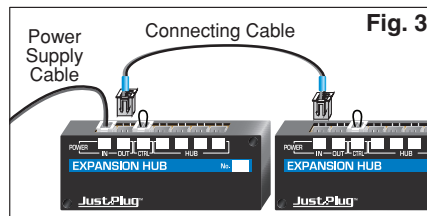
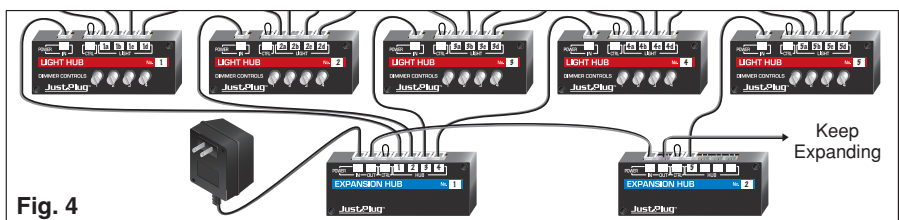
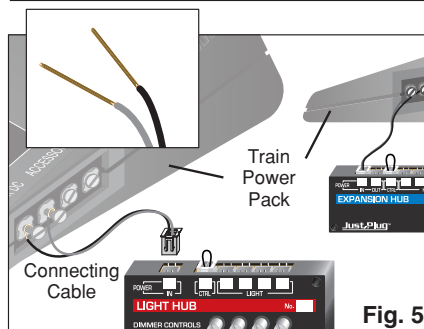
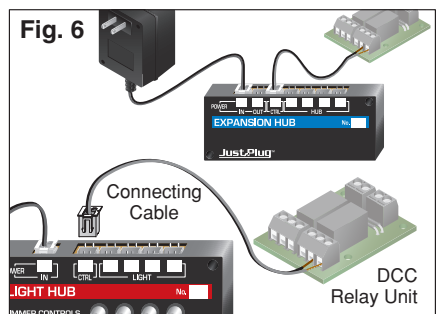

Fig. 3
Fig. 4
Fig. 5
Fig. 6
- To power Light Hub, insert Power Supply (JP5770) plug into **POWER IN** Port (or use a 16VAC train power pack, Fig. 5).
- To power Expansion Hub, insert Power Supply (JP5770) plug into **POWER IN** Port (or use a 16VAC train power pack, Fig. 5).
- Use included Connecting Cables to connect to Light Hubs (Fig. 2), another Expansion Hub (Figs. 3 and 4), train power pack (Fig. 5) or DCC relay unit (Fig. 6).
Insert Connecting Cable Plug into **POWER OUT** Port on powered Expansion Hub. Insert opposite Plug into **POWER IN** Port on add-on Expansion Hub (Fig. 3). Keep expanding your lighting system (Fig. 4).
Cut off one Connecting Cable Plug with wire cutters and strip approximately 1" of wire. Connect bare wires to the accessory terminals on a 16VAC power pack. Insert Plug on other end of Connecting Cable into Hub **POWER IN** Port. (Fig. 5)
Cut off one Connecting Cable Plug with wire cutters and strip approximately 1" of wire. Connect bare wires to DCC relay unit (follow DCC manufacturer instructions for proper installation of wires). Insert Plug on other end of Connecting Cable into Hub **CTRL** Port. (Fig. 6)
- Pour alimenter le concentrateur de lumière, insérer le fiche de adaptateur d'alimentation (Power Supply, JP5770) dans **POWER IN** port (ou utiliser un bloc d'alimentation de train 16VAC, **Fig. 5**).
- Pour alimenter concentrateur d'expansion, insérer le fiche de adaptateur d'alimentation (Power Supply, JP5770) dans **POWER IN** port (ou utiliser un bloc d'alimentation de train 16VAC, **Fig. 5**).
- Utilisez les câbles de connexion inclus pour se connecter aux concentrateurs de lumière (**Fig. 2**), un autre concentrateur d'expansion (**Fig. 3 et 4**), bloc d'alimentation pour train (**Fig. 5**) ou unité de relais DCC (**Fig. 6**).
Insérer la fiche du câble de connexion dans **POWER OUT** port du concentrateur d'expansion disposant d'électricité. Insérer la fiche opposée dans **POWER IN** port sur l'autre concentrateur d'expansion (**Fig. 3**). Garder d'étendre votre système d'éclairage (**Fig. 4**).
Coupez une fiche du câble de connexion avec coupe-fil et bande d'environ 2,5 cm de fil. Connectez les fils dénudés à accessoires bornes sur bloc d'alimentation de train (16VAC). Insérer la fiche opposée dans concentrateur **POWER IN** port. (**Fig. 5**)
Coupez une fiche du câble de connexion avec coupe-fil et bande d'environ 2,5 cm de fil. Connecter les fils dénudés à unité relais DCC (suivre les instructions fabricant DCC pour une installation correcte des fils). Insérer la fiche opposée dans concentrateur **CTRL** port. (**Fig. 6**)
- Para alimentar el Light Hub, inserte el enchufe de la fuente de alimentación (Power Supply, JP5770) en el puerto **POWER IN** (o use un alimentador de energía 16VAC, **Fig. 5**).
- Para alimentar el Expansion Hub, inserte el enchufe de la fuente de alimentación (Power Supply, JP5770) en el puerto **POWER IN** (o use un alimentador de 16VAC **Fig. 5**).
- Use los cables de conexión incluidos para conectar a Light Hubs (**Fig. 2**), otro Expansion Hub (**Figs. 3 y 4**), alimentador (**Fig. 5**) o unidad DCC (**Fig. 6**).
Inserte el enchufe del cable de conexión en el puerto **POWER OUT** en el Expansion Hub alimentado. Inserte el enchufe opuesto en el puerto **POWER IN** puerto adicional en Expansion Hub (**Fig. 3**). Siga ampliando su sistema de iluminación (**Fig. 4**).
Corte un enchufe del cable de conexión con un cortador de cable y pele aproximadamente 2.5 cm de cable. Conecte los cables pelados a los terminales accesorios de un alimentador de 16VAC. Inserte el enchufe del otro extremo del cable de conexión en el puerto **POWER IN** del Hub. (**Fig. 5**)
Corte un enchufe del cable de conexión con un cortador de cable y pele aproximadamente 2.5 cm de cable. Conecte los cables pelados a la unidad DCC (siga las instrucciones del fabricante para la correcta instalación). Inserte el enchufe del otro extremo del cable de conexión en el puerto **CTRL** del Hub. (**Fig. 6**)
- Zum Versorgen des Beleuchtungsknoten schließen Sie das Netzteil (JP5770) an den **POWER IN**-Anschluss an (oder verwenden Sie einen 16-VAC-Modelleisenbahnakku, **Fig. 5**).
- Zum Versorgen des Erweiterungsknoten schließen Sie das Netzteil (JP5770) an den **POWER IN**-Anschluss an (oder verwenden Sie einen 16-VAC-Modelleisenbahnakku, **Fig. 5**).
- Stellen Sie mit den mitgelieferten Verbindungskabeln Anschlüsse an Beleuchtungsknoten (**Fig. 2**), einem anderen Erweiterungsknoten (**Fig. 3 und 4**), Modelleisenbahnakku (**Fig. 5**) oder DCC-Relais (**Fig. 6**) her.